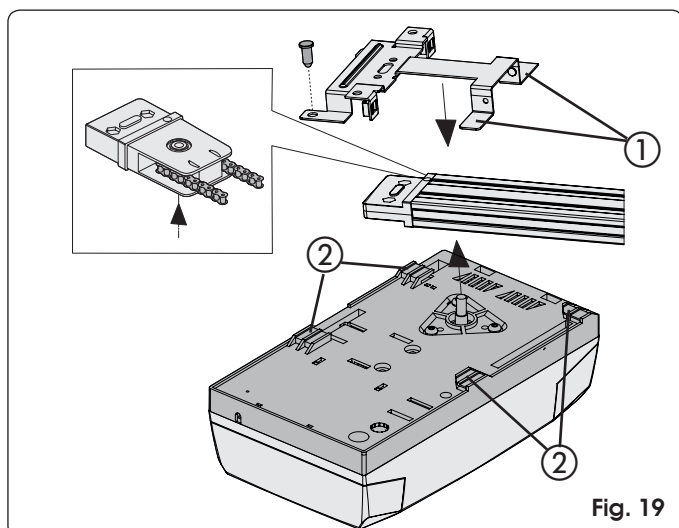
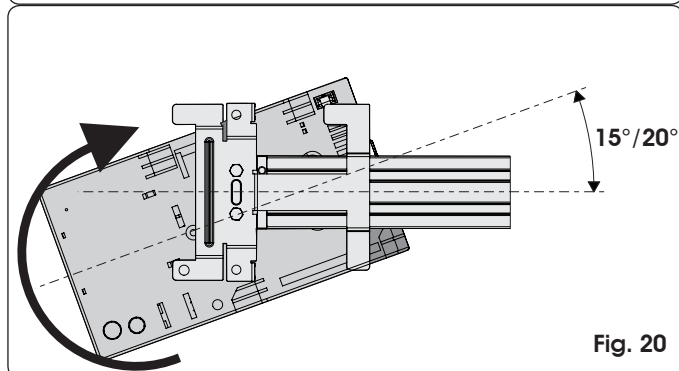
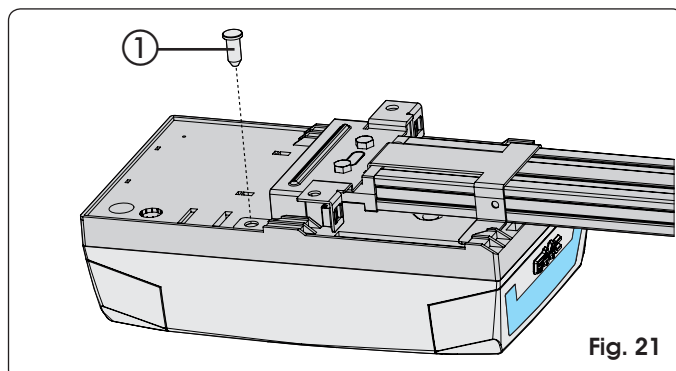

Fig. 19
Fig. 20
Fig. 21
- 1) Manteniendo inclinado $15^{\circ}/20^{\circ}$ el operador (Fig. 20), introduzca el eje del motor reductor en el acoplamiento presente en el empalme posterior de la guía de deslizamiento y acerque las aletas (Fig. 19 ref. ①) a los alojamientos situados en el fondo de la base del operador (Fig. 19 ref. ②).
- 2) Gire el operador en el sentido indicado en la Fig. 20 hasta la posición mostrada en la Fig. 21 de modo que la chaveta se introduzca en el orificio del empalme posterior (Fig. 21 ref. ①).